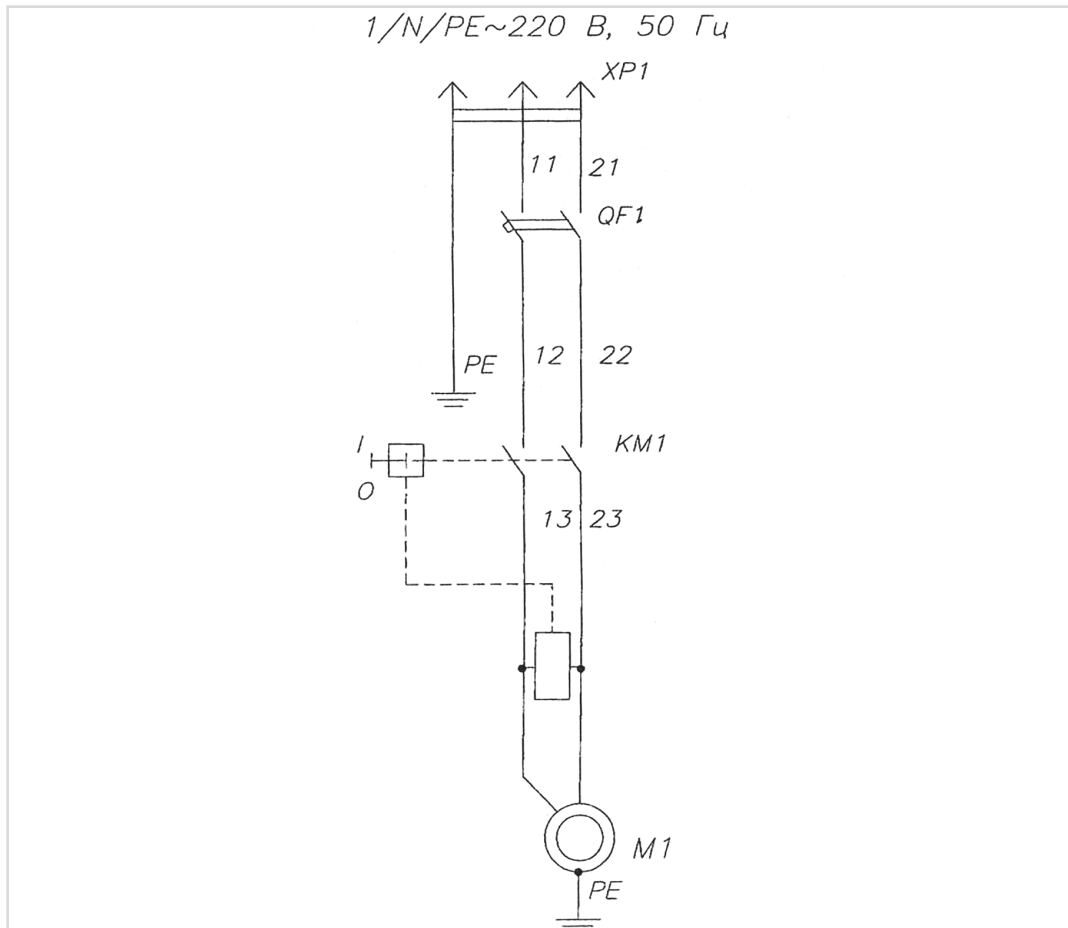

Рис. 8 – Схема електрична принципова
6.4 Опис роботи верстата наведено відповідно до рис. 8.